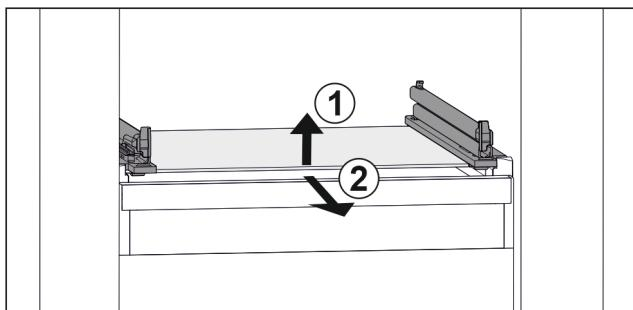

Fig. 116 Примерно изображение на стъклената плоча
- ▶ Повдигнете стъклената плоча отпред. Fig. 116 (1)
- ▶ Извадете стъклената плоча напред. Fig. 116 (2)